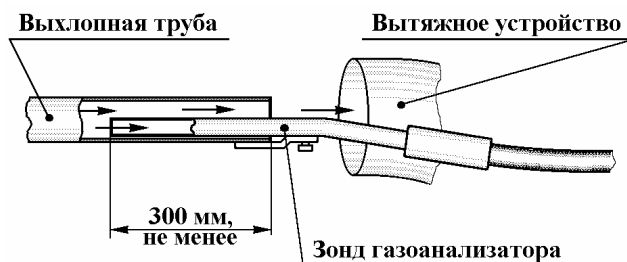

Рис. 2. Установка зонда газоанализатора
3.6. Установить зонд газоанализатора в выхлопную трубу на глубину не менее 300 мм от среза (рис. 2).